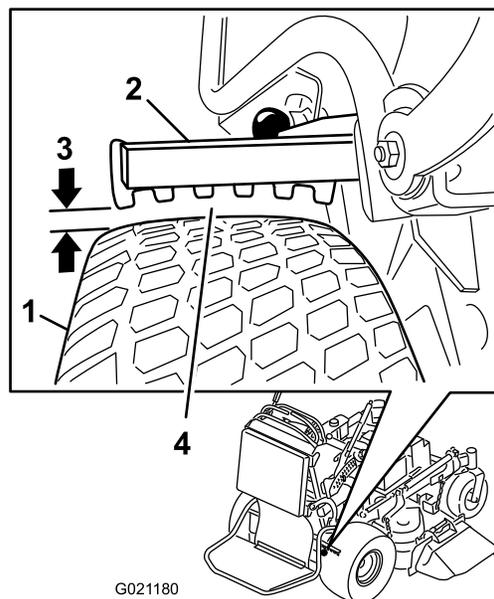

Figura 61
6. Utilizando o lado com a menor folga, certifique-se de que a distância é entre 3 e 6 mm (Figura 61). Consulte Ajuste dos travões (página 47) quando for necessário ajuste.
5. Rode a culatra. A distância entre a barra do travão e o pneu tem de ser entre 3 e 6 mm. Para apertar o travão, rode a culatra para cima. Para soltar o travão, rode a culatra para baixo (Figura 61).